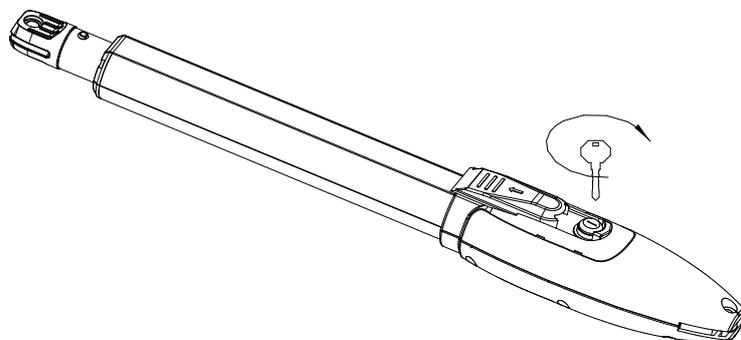

Figura 6
C) Antes da instalação, desbloqueie as duas máquinas principais. Método de desbloqueio: Abra a tampa de liberação manual, insira a chave de liberação manual, rode a chave até que esta se solte, como indicado na Figura 6, e rode o braço telescópico. Verá que se estica facilmente com a mão.